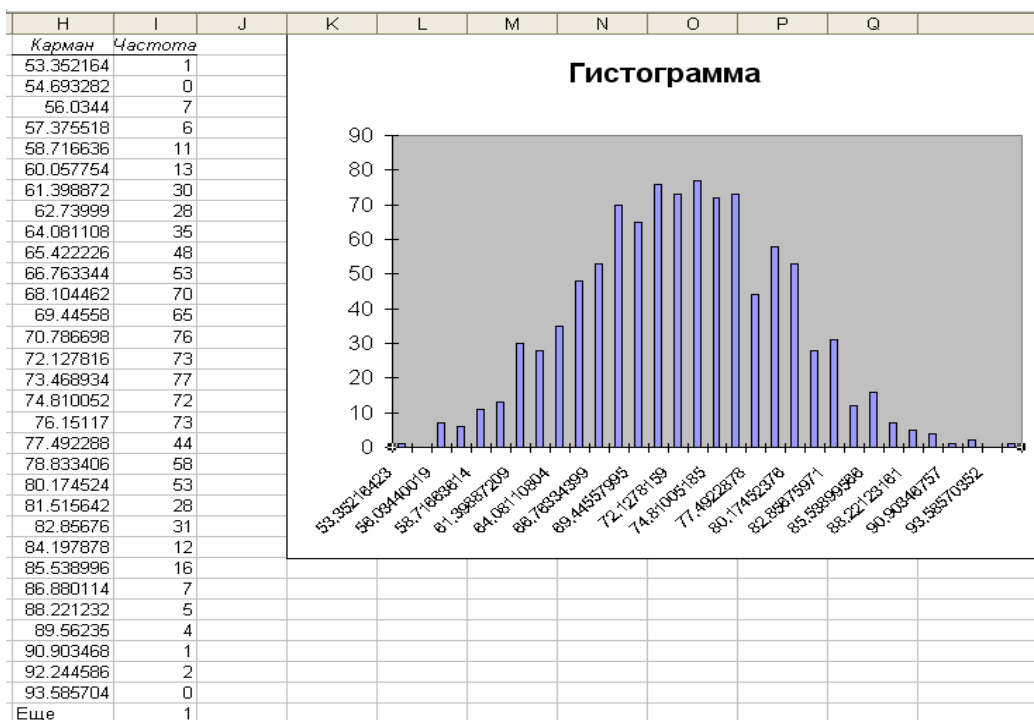

Рис. 6.8. Гистограмма и таблица частот
Данные в столбце H (рис. 6.8) показывают, сколько значений продолжительности (из тысячи) попали в интервалы, определенные Excel (эти интервалы называются карманами). Например, только одно значение меньше или равно 53,36. Наибольшее количество значений (77) лежит в интервале от 72,13 до 73,47.